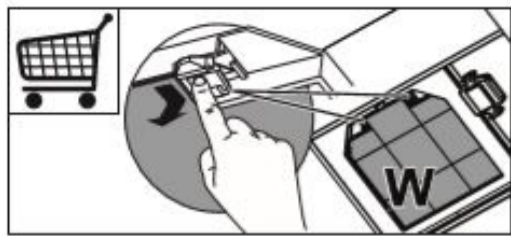
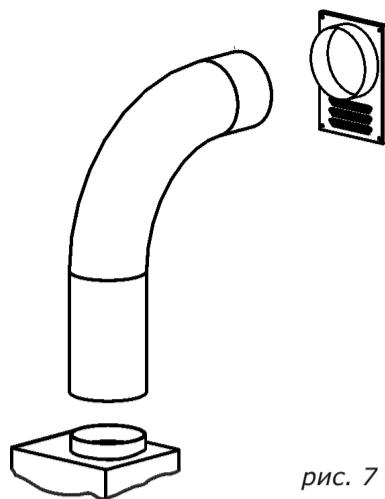

рис. 8
рис. 7
6.2 В зависимости от режима эксплуатации кухонной вытяжки соедините вентилятор с вентиляционной решеткой (рис. 7) полужестким гофрированным воздуховодом (либо его аналогом) или установите угольные фильтры (рис. 8).